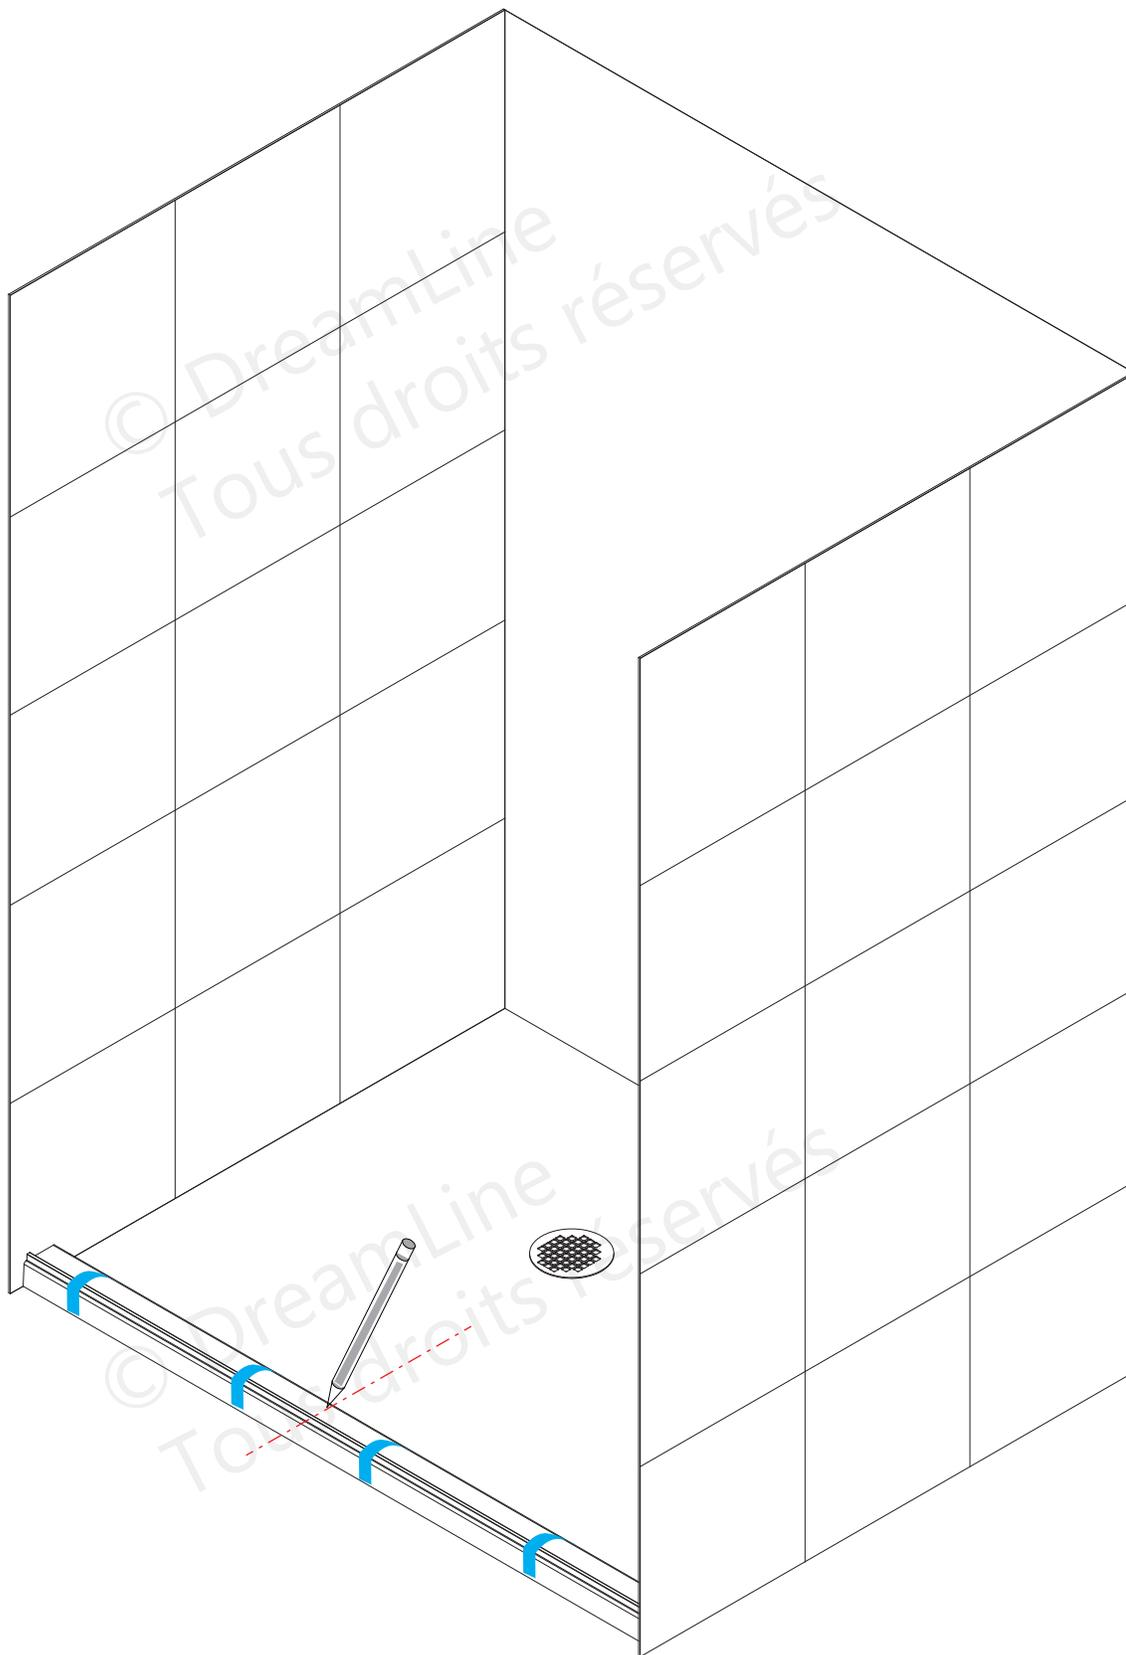

Fig 7
7. Mesurez la largeur du seuil pour repérer et marquer le centre. (Fig 7)